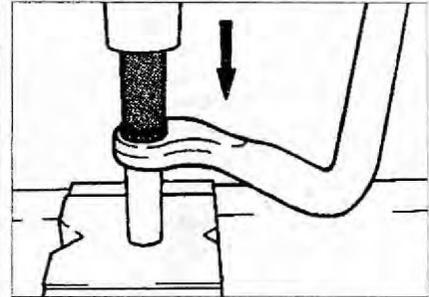

Рис. 5.33. С помощью пробойника выпрессуйте втулку из проушины стабилизатора поперечной устойчивости.
5. С помощью пробойника выпрессуйте втулку из проушины стабилизатора поперечной устойчивости (рис. 5.33).